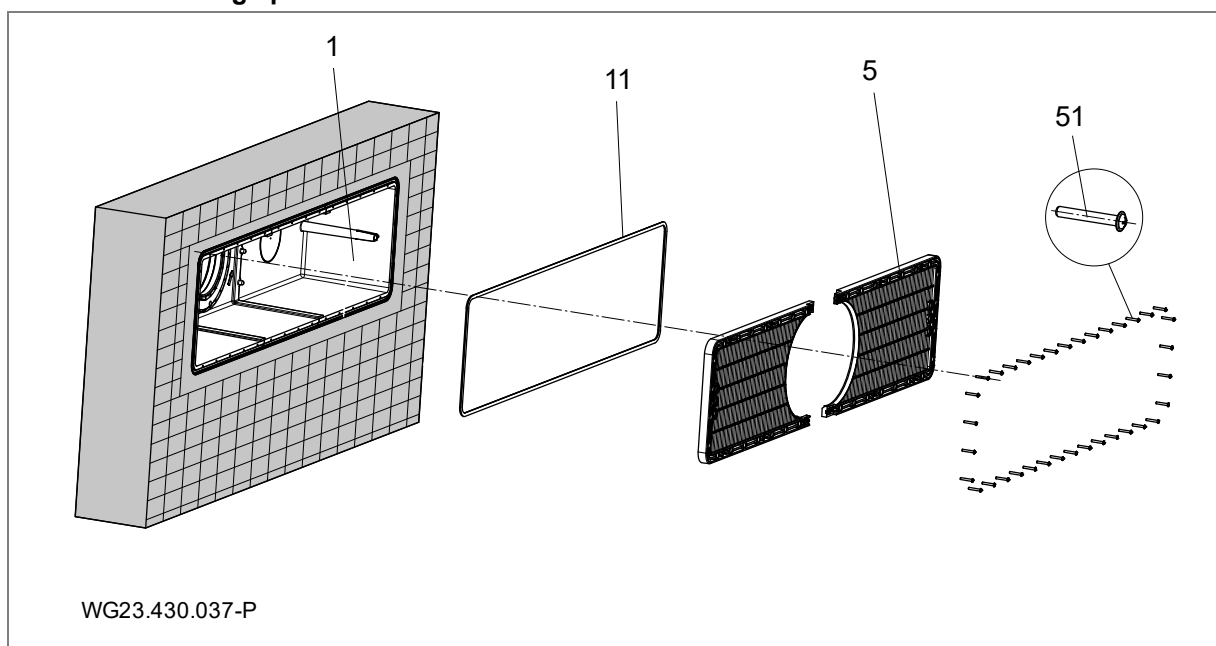

Fig. 8
Pour l'étanchement par rapport au mur en béton, il est recommandé de créer un anneau en résine époxy / sable siliceux sur tout le pourtour de la paroi extérieure côté bassin du boîtier (1). Voir "Fig. 8", page 17